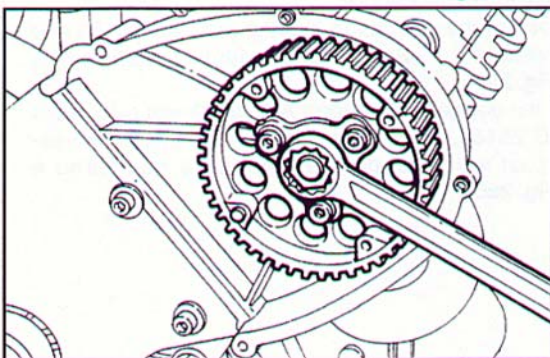

Fig. 281 ▼
- inserire la puleggia sull'albero di distribuzione, previo inserimento della linguetta americana, e serrare provvisoriamente il dado, in attesa di definire la corretta saturazione (Fig. 281).
- insert the pulley on the camshaft, after inserting the Woodruff key, and lock the nut temporarily prior to definitive tuning (Fig. 281).